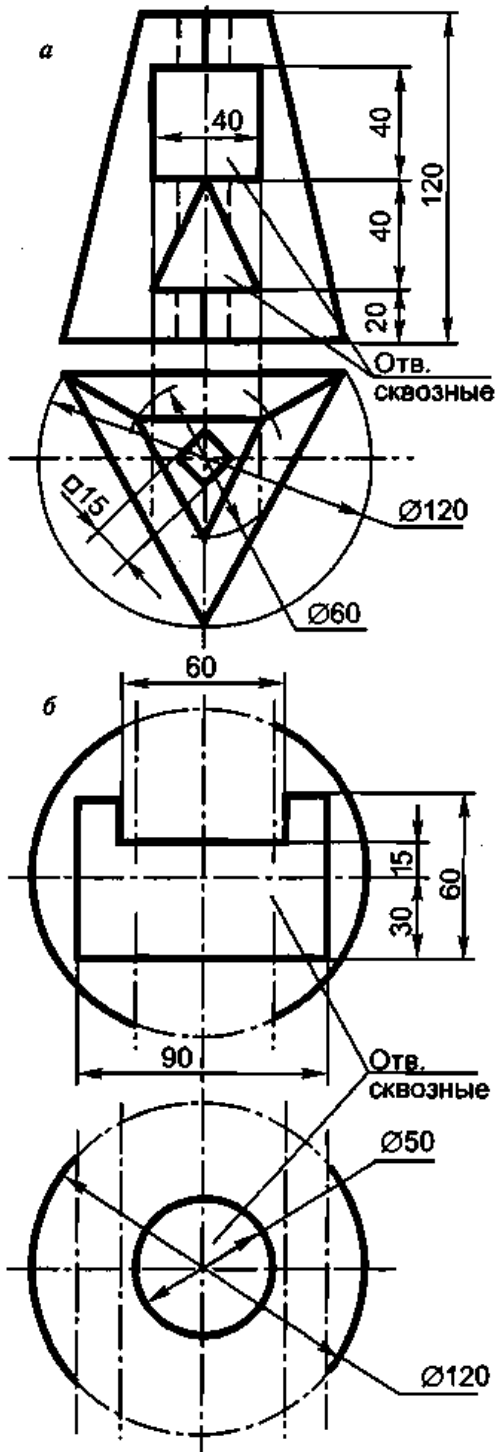

Рис. 2.21
11. Выполнить чертежи треугольной пирамиды (а) и сферы (б) с окнами в трех проекциях с тремя разрезами каждой (рис. 2.21).